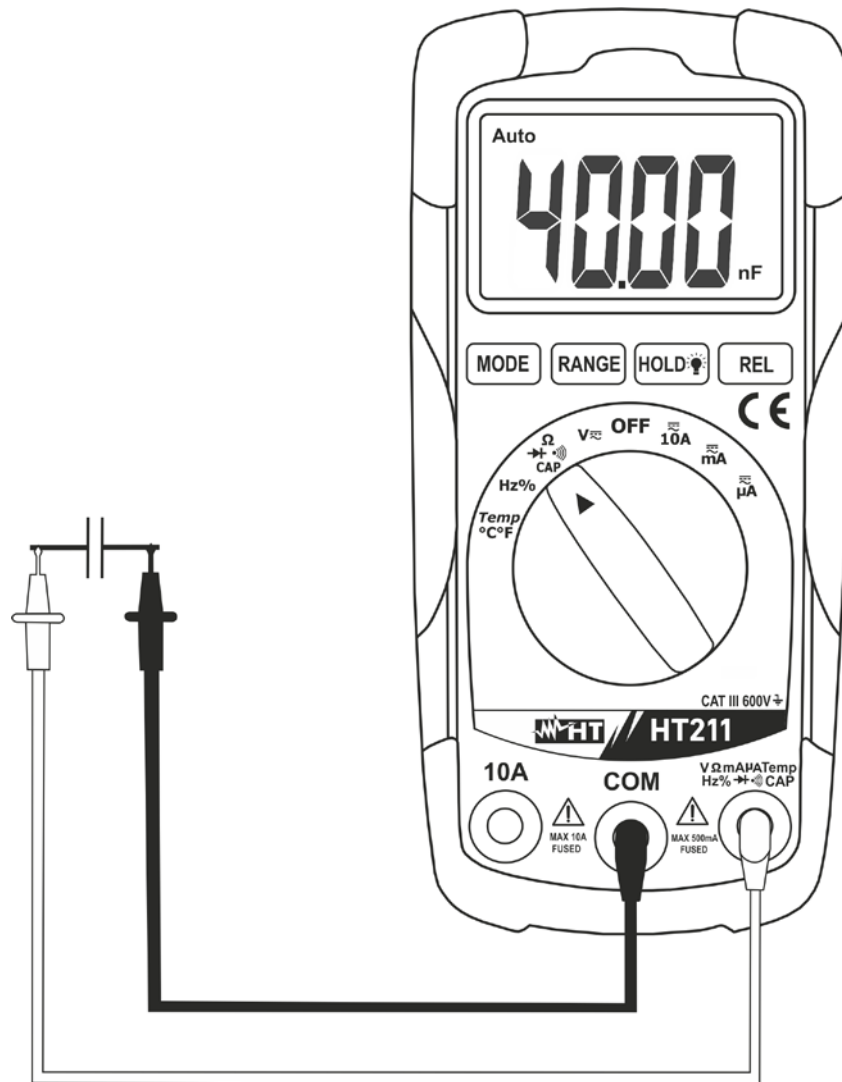

Abb. 9: Kapazitätsmessung
4. Verbinden Sie nun die rote und die schwarze Messleitung mit dem Kondensator wie oben gezeigt (s. Abb. 9). Der gemessene Wert wird auf dem Display angezeigt